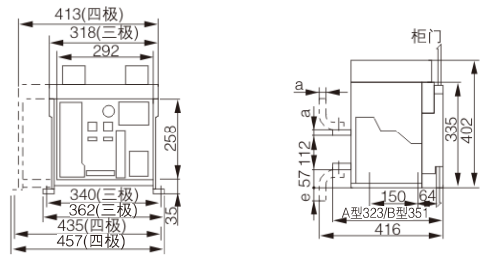

图16a
• CFW1-2000固定式断路器安装尺寸，外形尺寸图(见图16a)